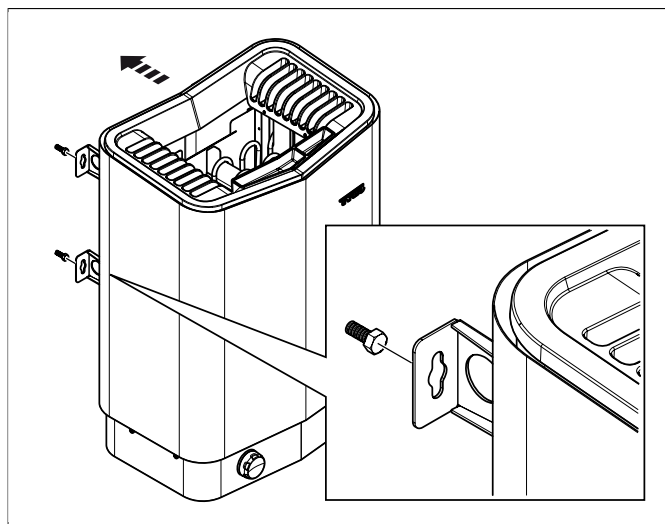

Fig 10: Fixer le poêle
9. Fixer le poêle sur les vis voir **Fig 10**, page 4.